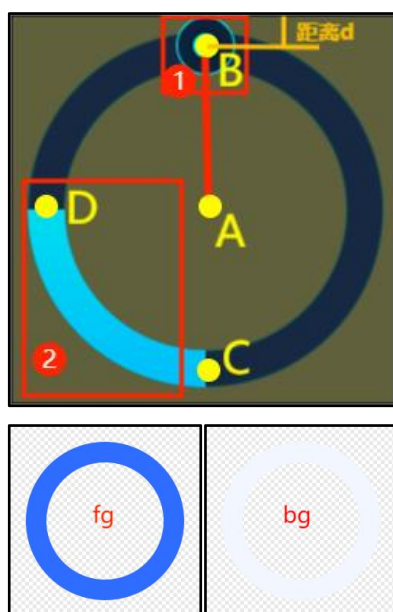

图 6-7: 环形触控举例
**foreground:** 前景图（滑动后显示），如图 6-7 中间蓝色圆环。
**background:** 背景图（滑动前显示），如图 6-7 白色圆环。前景图和背景图宽高需一致。
**slideButton:** 滑动按钮，如图 6-7 标注 1 所示；滑动按钮的中心点到前景图（或者背景图）边缘的距离应当大于滑动按钮的图片的半径，如图 6-7 的距离 d 应当大于滑动按钮图片的半径。
**slide\_R:** 环形滑条圆心到滑动图标圆心的距离，如图 6-7 中 A 点（圆心）到 B 点的距离，设置时只需要把按钮大致移动到滑动轨道中心即可，如图 6-9。
**touch\_R:** 触摸区域的半径，如图 6-7，以 B 为中心点，向内向外同时扩展 touch\_R 距离，作为触控区域，只有在触控区域滑动滑条才有效
**finalAngle:** 滑动的终止角度。如上图 6-7 所示，0°（360°）在 C 点，滑动的小图标顺时针旋转角度增加。起始角度不能大于结束角度，角度设置只能顺时针方向（0° ≤ 起始角度 < 终止角度 ≤ 360°），不能逆时针方向设置。
- (1) 左对齐：数字左上角 X 坐标与 promptNum\_X 重合；
- (2) 居中对齐：数字中间位置的 X 坐标与 promptNum\_X 重合；
- (3) 右对齐：数字右上角 X 坐标与 promptNum\_X 重合。